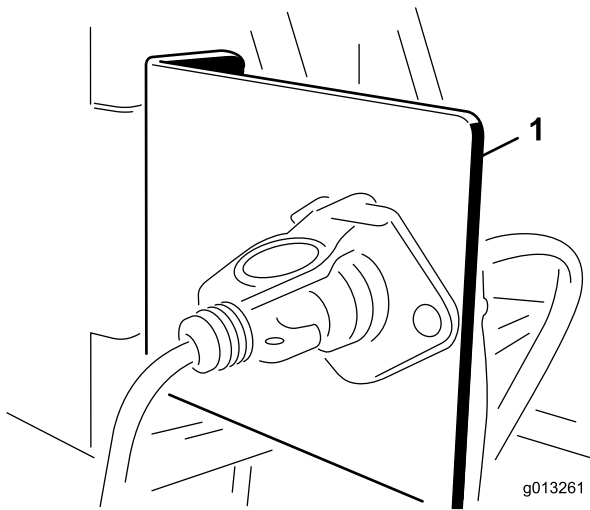

Figura 8
1. Monte el soporte del enchufe eléctrico en un punto fijo de la parte trasera del vehículo de remolque usando uno de los soportes de montaje proporcionados (Figura 8).